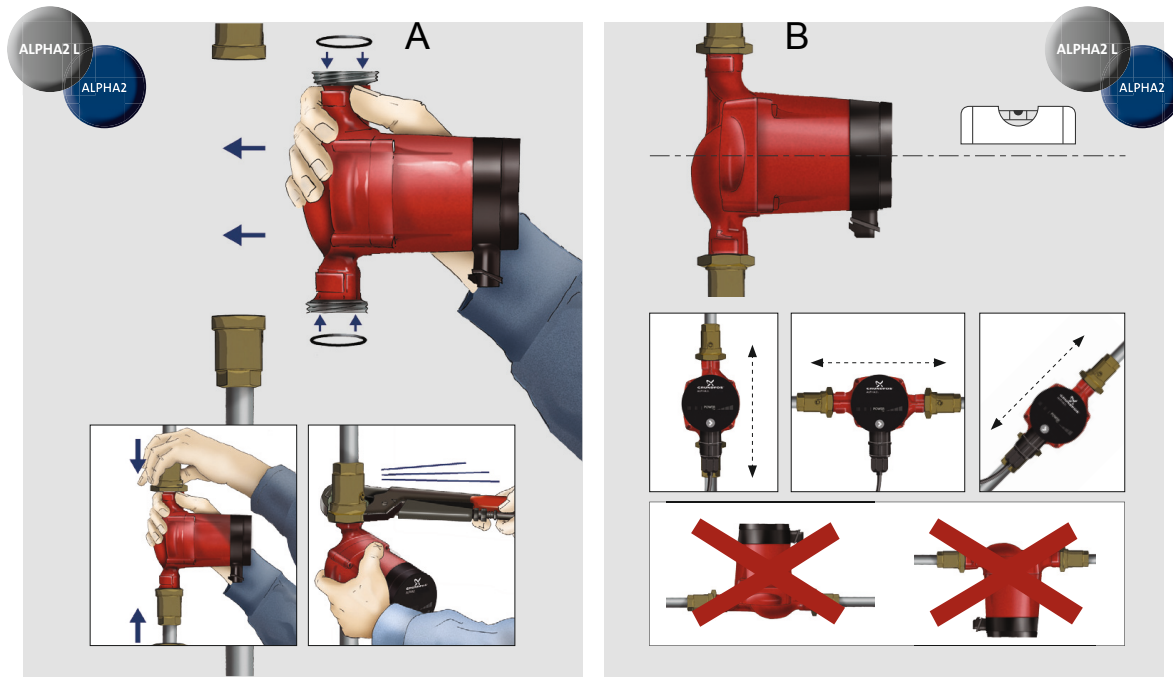

Рис. 3 Монтаж GRUNDFOS ALPHA2 L
1. После того как насос будет смонтирован в трубопроводе, установите две прокладки, поставляемые с насосом. Смотрите рис. 3, поз. А.
2. Установите насос так, чтобы вал электродвигателя находился горизонтально. Смотрите рис. 3, поз. В.